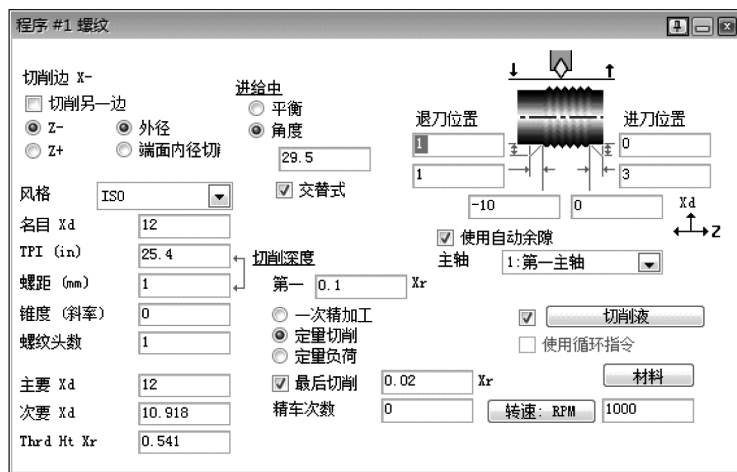

图 7-25 创建车削螺纹程序
16) 用#7 刀具创建车削螺纹程序, 如图 7-25 所示。